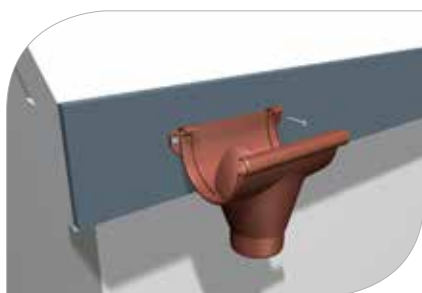

рис. 4
- 1.9 В системе Galeco PVC воронка и соединители жестко крепятся к фронтальной доске с помощью специальных держателей (или с помощью консоли к стропильной доске), что стабилизирует целую систему и благодаря чему единственными подвижными элементами остаются желоба (**рис. 4**)